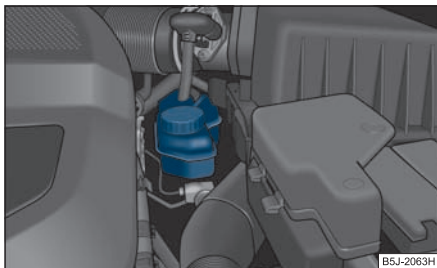

Fig. 180 Compartimentul motor: Rezervorul lichidului de frână
- Verificați nivelul lichidului de frână din rezervor ⇒ fig. 180. Nivelul trebuie să se găsească între marcajele „MIN” și „MAX”.